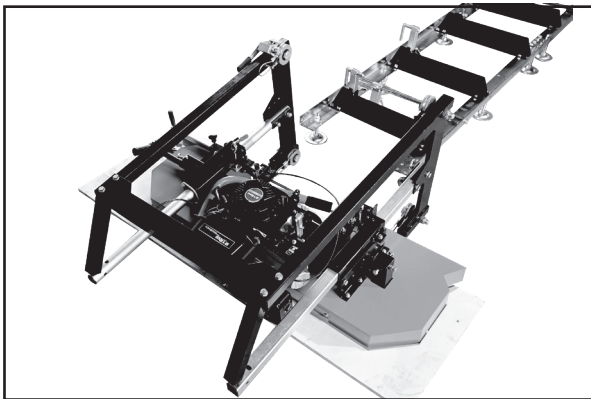
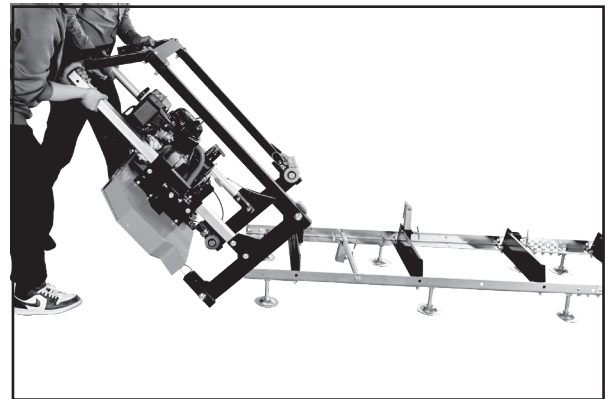
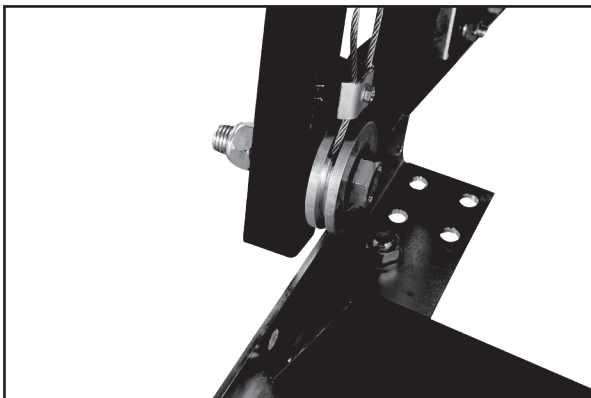
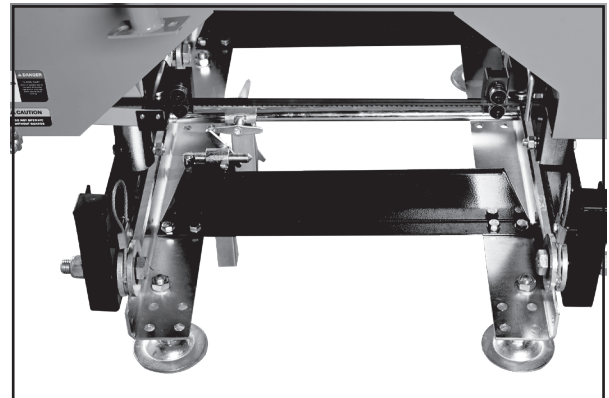

Fig. 26
Fig. 27
Fig. 28
Fig. 29
Étape 16 : Placez le chariot sur le rail. Déplacez le chariot avec la tête de la scierie à l'extrémité du rail comme indiqué (fig. 26), avec le tube de support carré du même côté que les butées de grume longues. Avec deux personnes utilisant chaque tube de support de chariot comme levier (Fig. 27), soulevez la tête de la scierie et placez doucement les roues de chariot arrière sur le rail (fig. 28). Avec les roues de chariot arrière sur les rails, utilisez une paire de pieds-de-biche ou une autre méthode de levage mécanique pour placer les roues avant sur le rail (fig. 29). Notez que les rails de la fig. 29 peuvent être décalés et que le support de grume peut ne pas être perpendiculaire. Ce scénario sera traité à l'étape qui décrit le « réglage de l'alignement du rail ».